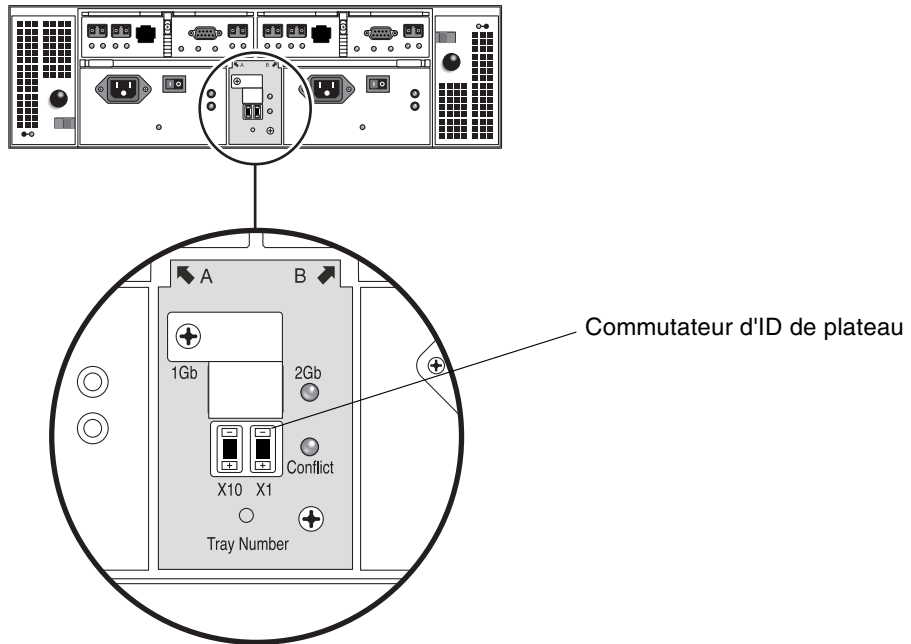

FIGURE 2-19 Commutateur d'ID de plateau
1. Repérez le commutateur d'ID de plateau à l'arrière du boîtier de contrôle, entre les deux alimentations (FIGURE 2-19).